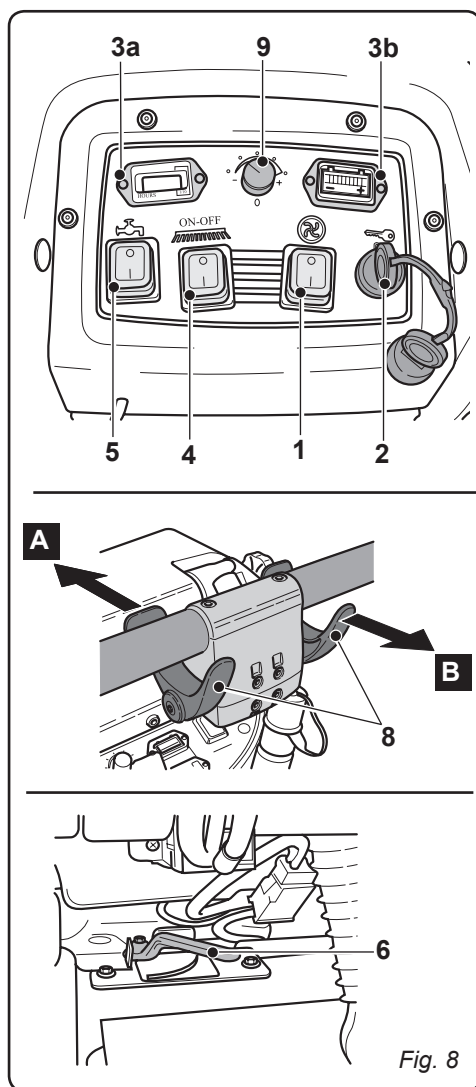

Fig. 8
6.1 PANNEAU DE CONTRÔLE ET DE COMMANDES (Fig. 8)